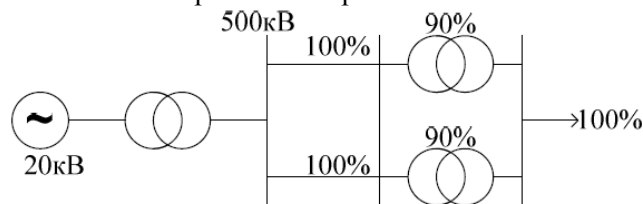

Рисунок 1 Расчетная схема
3. Определить вероятность безотказной работы и вероятность отказа схемы рисунок 1).